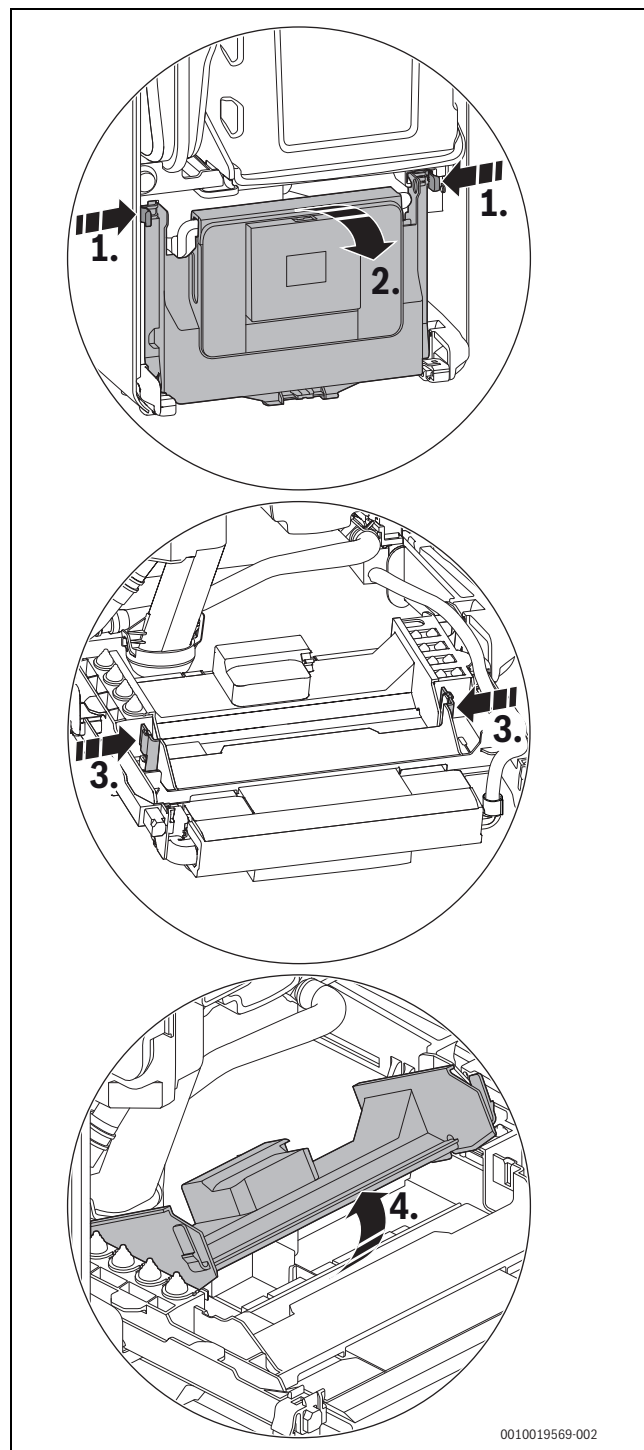

Fig. 118 Ouvrir le cache
- Rabattre le boîtier de commande (→ Figure 118, page 59).